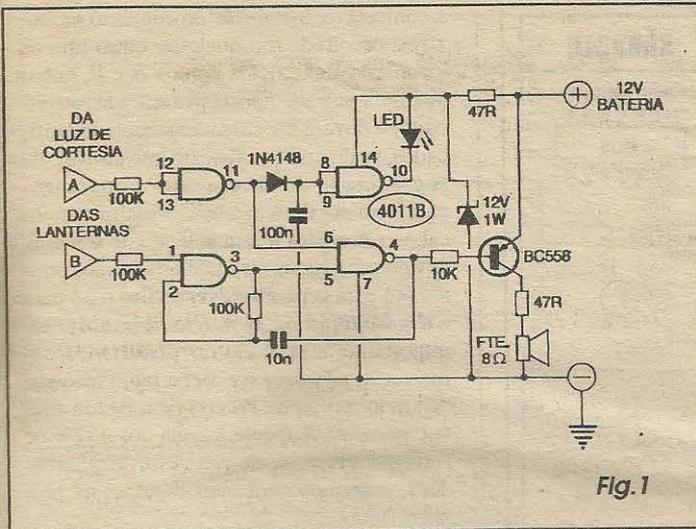
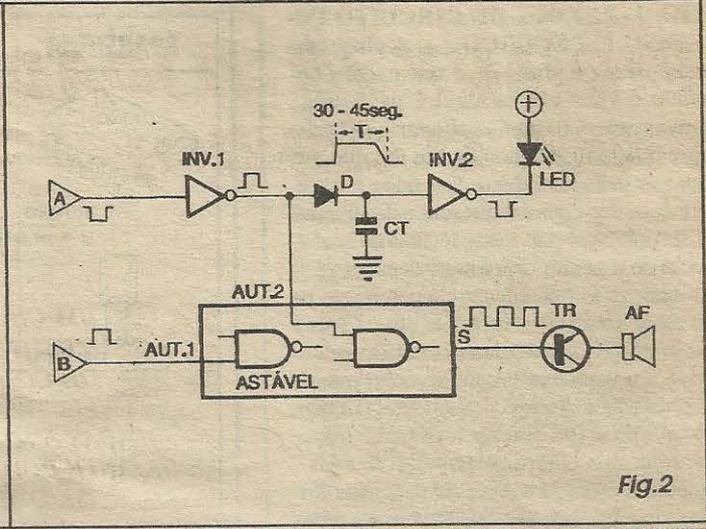

Fig.1
Fig.2
**- FIG. 1 - DIAGRAMA ESQUEMÁTICO DO CIRCUITO** - O esquema do circuito mostra o que se pode fazer com uma dezena de componentes comuns: um integrado C.MOS 4011B, um transistor universal, BC558, um LED, um diodo, um pequeno alto-falante e mais alguns resistores e capacitores, tudo encontrável em qualquer boteco de eletrônica! O leitor/aluno assíduo, rapidamente reconhecerá no diagrama algumas estruturas circuitais já estudadas em aulas anteriores do nosso cursinho... Nessa altura do campeonato, todos vocês já devem estar mais do que aptos a corretamente interpretar um esquema... Entretanto, para mastigar bem o funcionamento do circuito, o texto referente à
**- FIG. 2 - COMO FUNCIONA...** - Comparando o esquema (FIG.1) com o diagrama de blocos (FIG.2), o leitor/aluno pode acompanhar com facilidade o funcionamento do circuito, baseando-se também no que já aprendeu sobre as estruturas básicas digitais e analógicas, em aulas anteriores do nosso curso... O integrado C.MOS 4011 foi aproveitado ao máximo, nas funções possíveis para os seus quatro gates... Com dois dos gates foi montado um ASTÁVEL (frequência de áudio determinada pelo resistor de 100K e capacitor de 10n...), com sua saída (pino 4) fornecendo o sinal à base do transistor BC558, via resistor de 10K. Esse transistor, reforçador do sinal de áudio gerado pelo ASTÁVEL, aciona um pequeno alto-falante sob a proteção em série de um resistor de 47R... Esse ASTÁVEL apresenta dois terminais de autorização (pinos 1 e 6...), que devem receber simultaneamente níveis altos para que a oscilação se verifique... Se o caro leitor/aluno se antecipa um pouco, e der uma olhada à FIG. 7, lá adiante, notará que quando as lanternas do carro estiverem ligadas, o ponto B se colocará em